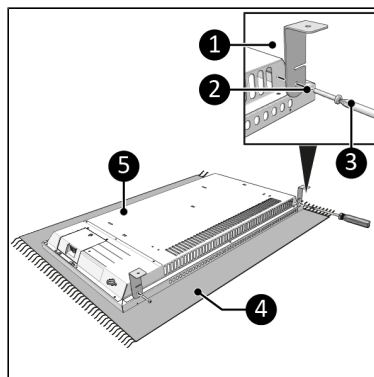

Figure 62.
7. Posez l'appareil sur une surface douce et stable (Figure 62, pos. 4).
8. Vissez et serrez deux supports (Figure 62, pos. 1) des deux côtés du corps principal (Figure 62, pos. 5) avec une petite vis (Figure 62, pos. 2) à l'aide d'un tournevis Phillips (Figure 62, pos. 3).